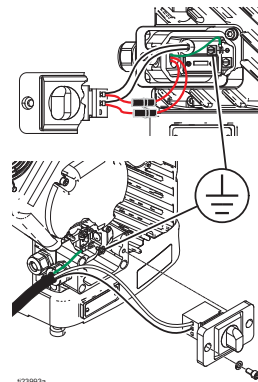
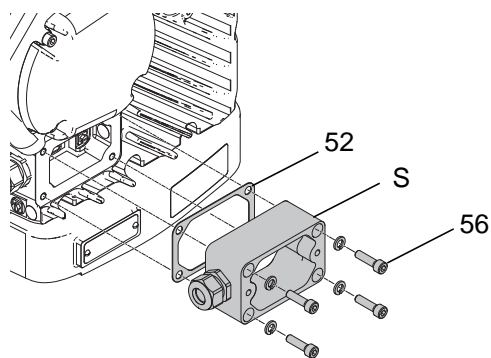

Fig. 16: Ubicación del tornillo de conexión a tierra
FIG. 19: Manguito de la caja de conexiones
8. Conecte el cable de conexión a tierra del ventilador. Vea FIG. 19, página 15. Vea FIG. 16, página 14.
10. Coloque la junta (52), el manguito de la caja de conexiones (S), y apriete cuatro pernos (56). Vea FIG. 19, página 15.